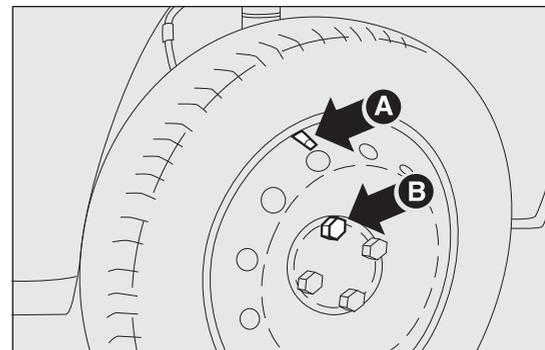

fig. 124
- per i veicoli con cerchi in acciaio, montare la ruota di uso normale avvitando la prima colonnetta B fig. 124 per 2 filetti nel foro più vicino alla valvola di gonfiaggio A;